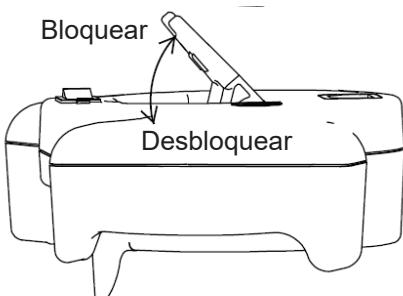

Figura 7
- Ajuste el ángulo girando el cierre del cabezal hacia arriba (Figura 7). Coloque la manija en la ubicación deseada (180 grados de rotación total).